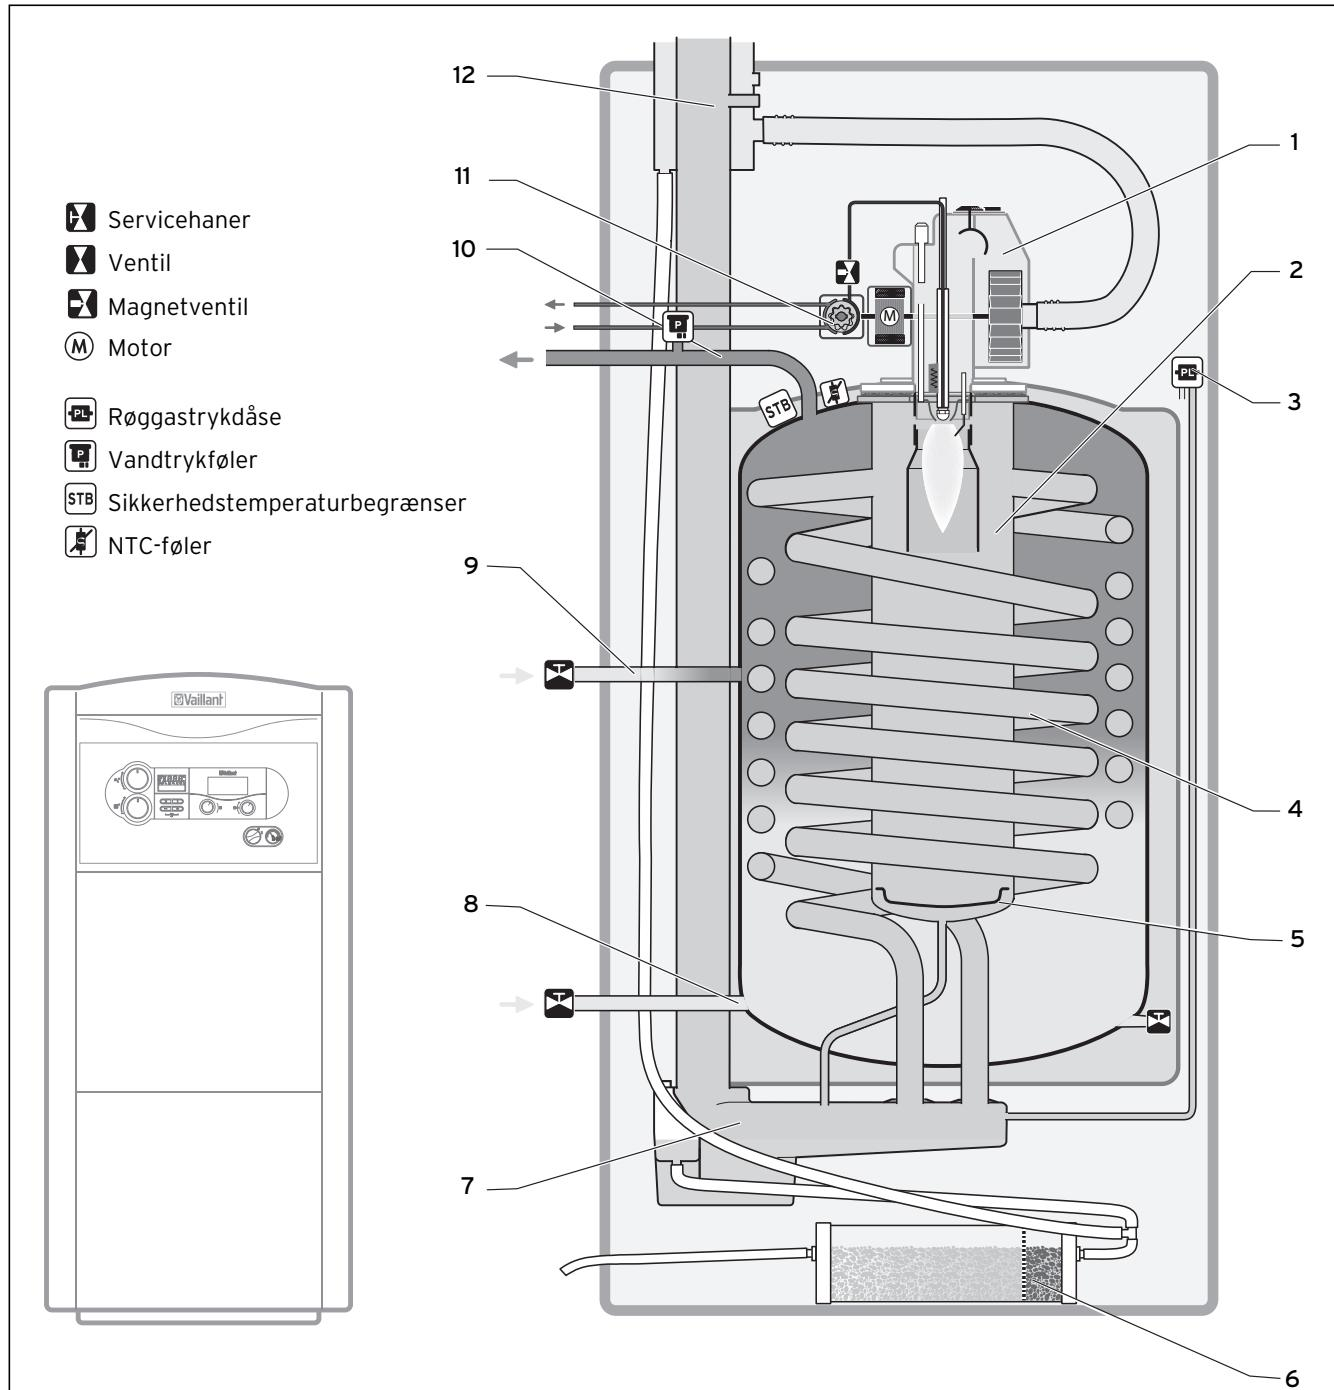

Fig. 4.1 Funktionsskema kondenserende oliekedel
Legende til fig. 4.1
I olie-brænderen (1) (se Fig. 4.1) opsuges olien vha. olie-pumpen (11) og sprøjtes med højt tryk ind i forbrændingskammeret via oliedySEN. Sammen med forbrændingsluften, der tilsættes i denne forbindelse, dannes i starten af flammerøret en homogen blanding, der forbrændes i flammerøret, så der næsten ikke efterlades nogle rester.